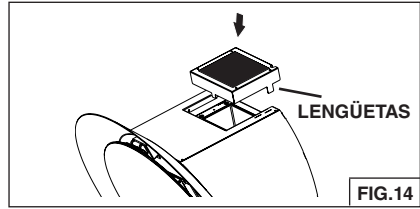

FIG.14
10. Instale la protección de la hoja. Alinee las lengüetas de la protección con las ranuras en la parte superior de la campana. Fig. 14.